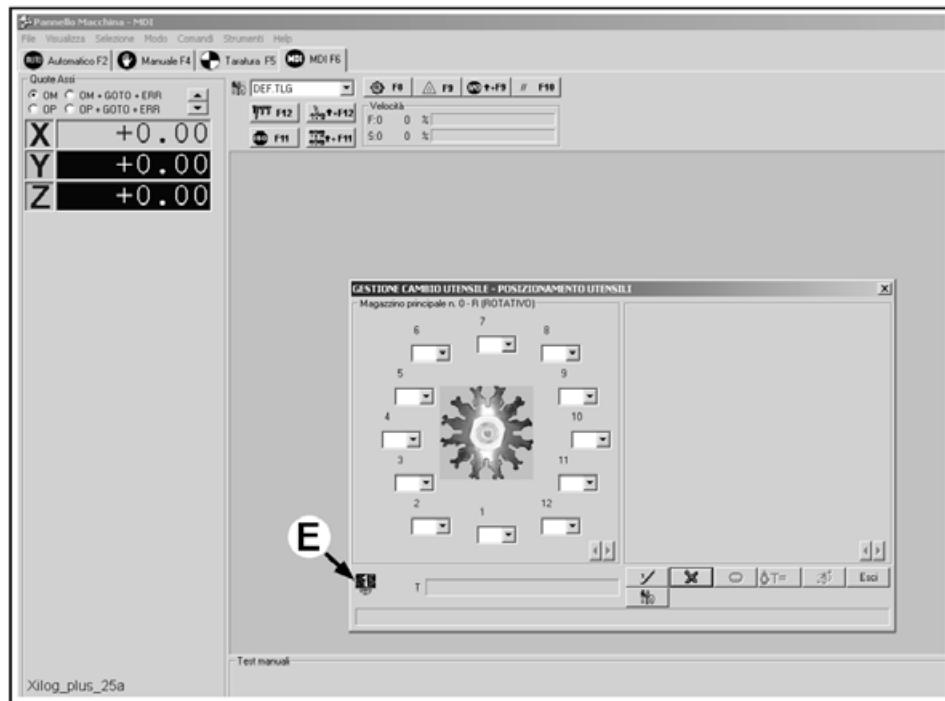

Fig. 9
- dalla modalità "MDI" premere il tasto shift  + F11: appare la videata di fig. 9
**NOTA: La disposizione degli utensili nei magazzini deve rispecchiare perfettamente la numerazione visualizzata nella videata che appare quando si attiva il menù di fig. 9 / 9a.
Nell'angolo in basso a sinistra (rif. E - fig. 9 / 9a) viene visualizzato l'elettromandrino abilitato e l'utensile se caricato.
La visualizzazione degli utensili installati sugli elettromandrini si attiva dal menù "Visualizzazione posti magazzino" tramite il pulsante **AT=** (D - Fig. 9 / 9a) (comando attivo solo per le macchine in cui più elettromandrini possono utilizzare contemporaneamente il magazzino posteriore).